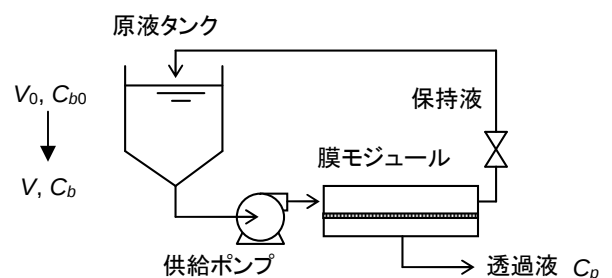

図1 回分式濃縮操作
1. 回分式濃縮操作(図1):原液中から水や低分子量成分を抜き出し、原液タンク中に特定成分を濃縮するには回分式濃縮操作が多く用いられます。原液タンクからポンプにより膜モジュールに原液を供給し、保持液側の背圧弁で濾過圧力を設定します。主に水の透過液は系外に取り出され、保持液は原液タンクに戻ります。目的成分はタンク中で C_{b0} から C_b に濃縮されます。この間タンク液量も V_0 から V に減ります。